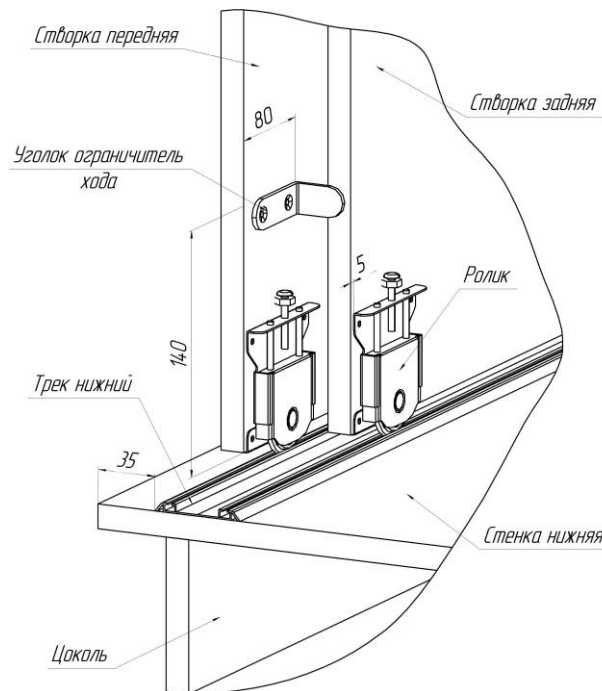
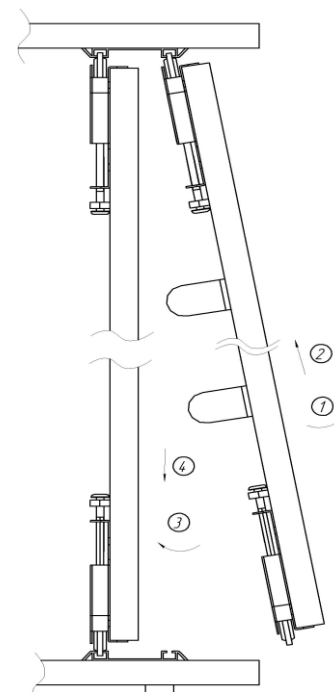

Рис. 1. Схема установки роликов и уголка ограничителя хода
Рис. 2. Схема установки створки
На обратную сторону створок (1) прикрутить ролики (31) (4 шт. на одну створку отступив 5 мм от края длинной стороны), используя саморезы (35) (см. рис. 1). На обратную сторону передней створки установить уголки – ограничители створок (39, возможна модификация) (сверху и снизу) со стороны, противоположной ручке, отступив 80 мм от края длинной стороны и 140 мм от края короткой стороны (согласно схеме установки уголка). К створкам (1) прикрутить ручки (34) саморезами (36), используя шайбы декоративные (41). Навесить створки (1) согласно схеме установки створки (см. рис. 2). Наклеить шлегель (43) на торец створок (1) со стороны ручки. Установить в шкаф штангу (21).